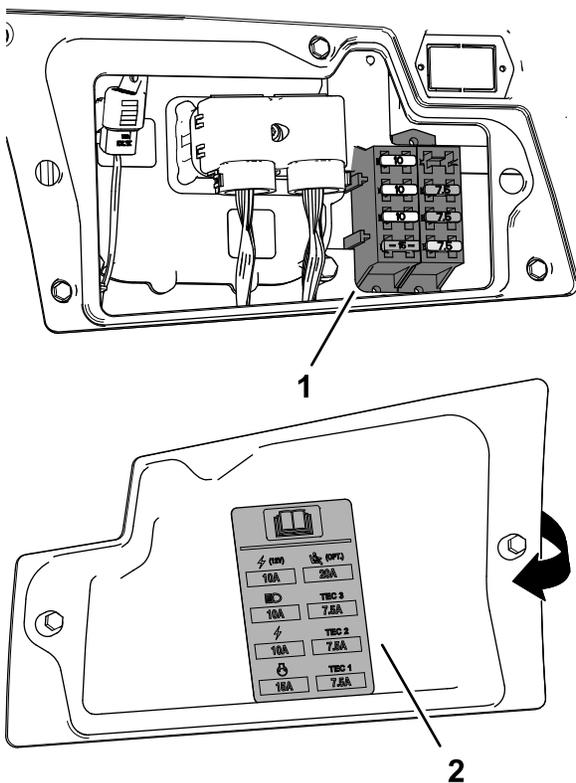

图 97
3. 将熔断的保险丝 图 97 更换为具有相同类型和额定安培数的保险丝。